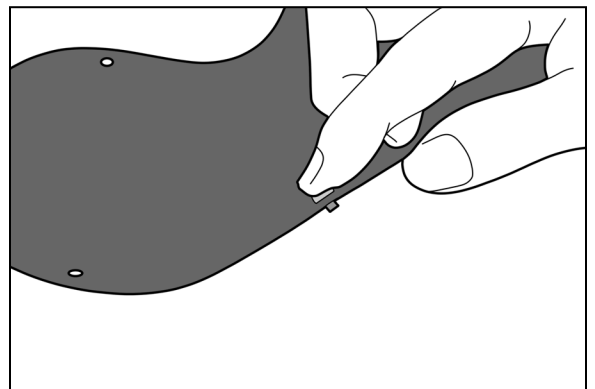

Figure 3
Placer (1) PHS M3 à travers le trou avec la tête de la vis sur la surface intérieure. Tenir la tête de la vis en place avec le bout du doigt. (Figure 3).